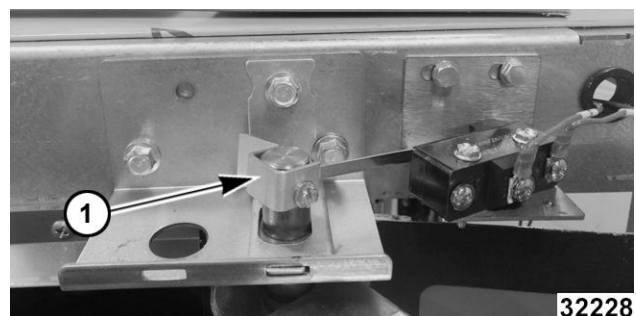

Fig. 54
2. If servicing right side door, remove door switch lever (1, Fig. 54).